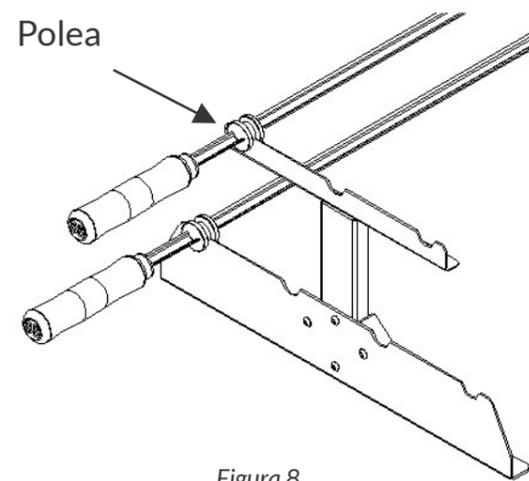

Figura 8
f) Después de fijar las partes, ajuste la Polea de los espetos. La Polea debe estar suelta y su canal posicionado en el centro del Soporte Frontal (Figura 8). Luego, vuelva a apretar el tornillo que fija la Polea en el espeto, dejándola firme, evitando que el espeto se desenganche de la Estructura Trasera y caiga al fuego.